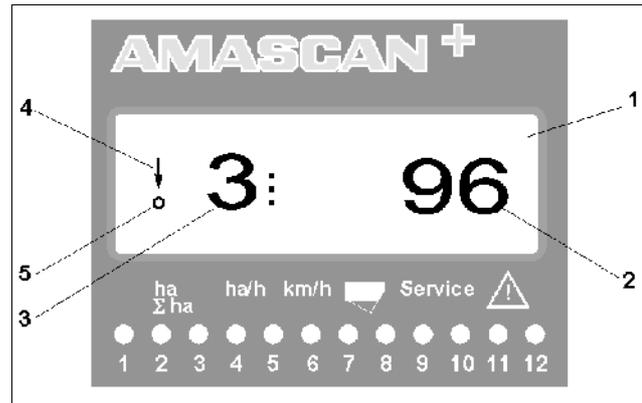

Fig. 4
In Arbeitsstellung der Einzelkornsämaschine werden auf dem 6-stelligen Display (Fig. 4/1) angezeigt:
- rechts - die momentane Anzahl [Körner/ha]/1000 (Fig. 4/2).
- links (Fig. 4/3) wechselt die Anzeige (Ziffern 1, 2, 3 usw.) automatisch nach 5 Sekunden. Angezeigt wird die Nummer des momentan überwachten Säaggregates.
- der senkrechte Pfeil (Fig. 4/4) und der darunterliegende blinkende Kreis (Fig. 4/5), sobald der Bewegungssensor (Sensor „X“) Impulse an den **AMASCAN+** liefert.
Die Tasten (Fig. 4) teilt sich auf in die Bereiche: